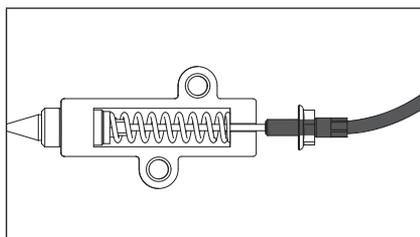

Figure 91
- Détachez le câble du ressort à barillet en le tournant dans le sens inverse des aiguilles d'une montre. (Fig. 91)